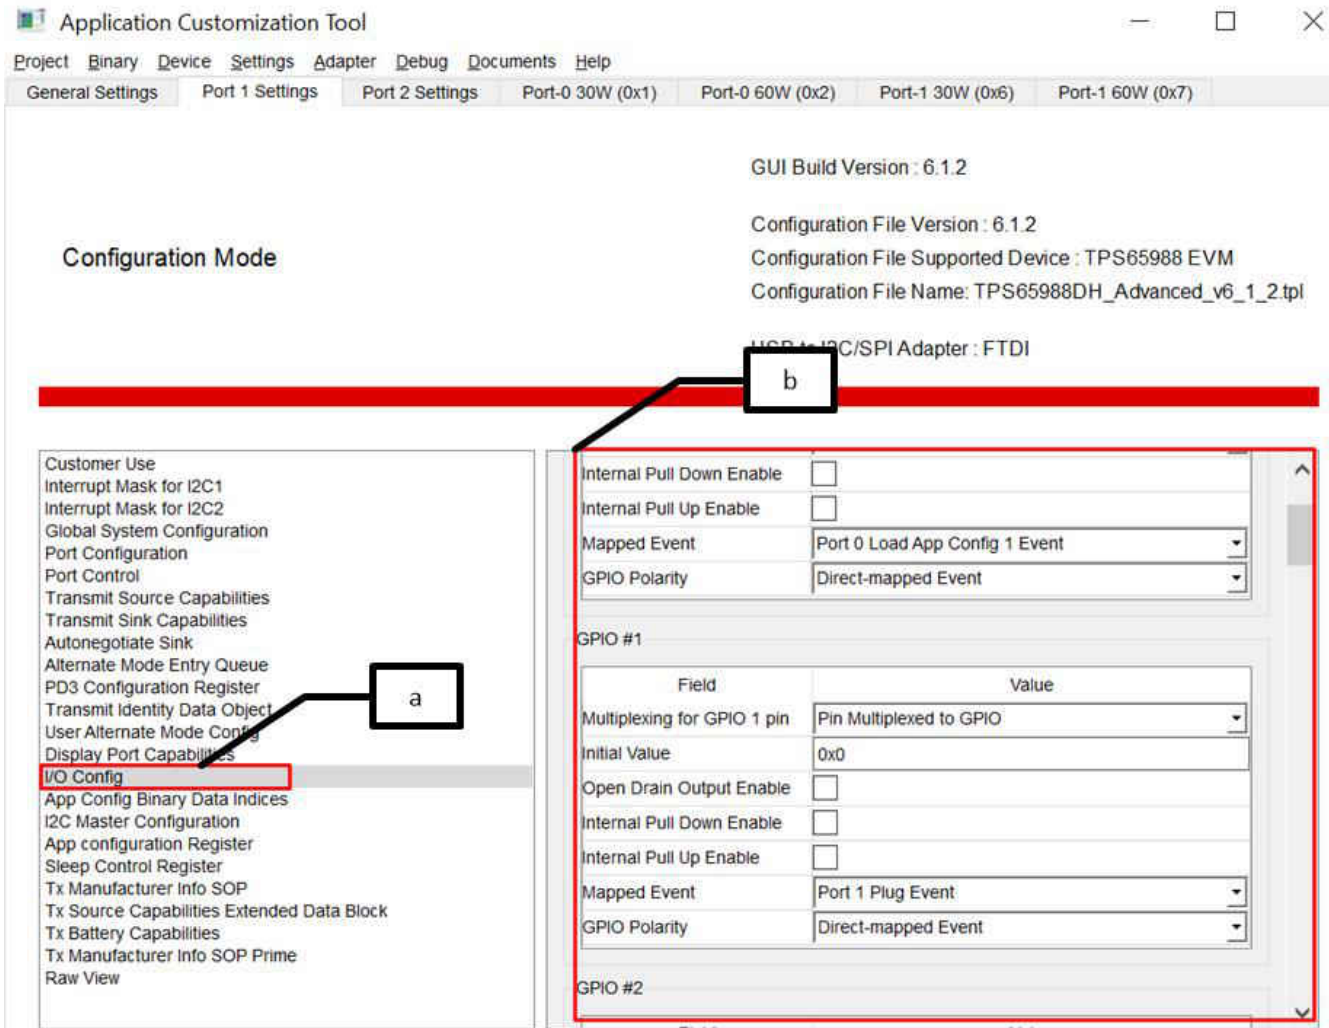

图 2-12. GPIO 映射
7. 将应用配置和 GPIO 事件映射到相应的 GPIO，如图 2-12 中所示。